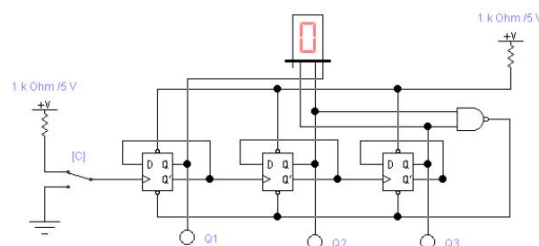

Рис.2. Схема трехразрядного суммирующего счетчика с коэффициентом пересчета, равным пяти на базе D-триггеров
2.1. Смоделируйте схему электрическую функциональную трехразрядного двоичного счетчика (рис.2), разработанного в среде Electronics Workbench.